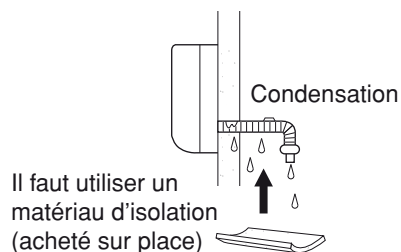

Fig. 44
- Si le tuyau de drainage fait une partie de son parcours à travers la pièce, isolez-le avec de l'isolant\* afin que la condensation froide n'abîme pas le mobilier ou le plancher (Fig. 44).